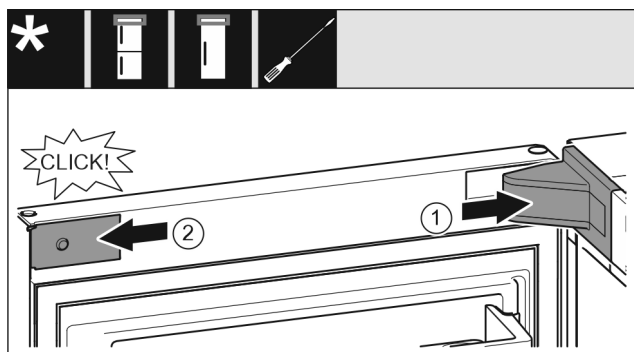

Fig. 63
- ▶ 放上并插入托架盖 Fig. 63 (1)，如有必要小心地按压分开。
- ▶ 将隔板 Fig. 63 (2) 放置到侧面并插入。